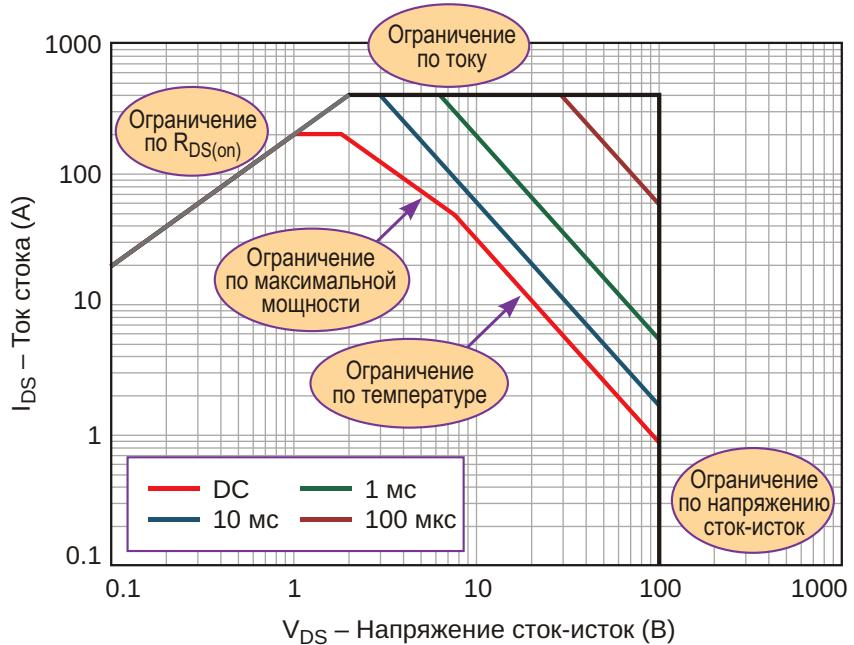

Рисунок 1. Область безопасной работы для напряжения и тока зависит от коэффициента заполнения управляющих импульсов.
денческие блоки E1 и E2, по аналогии с PSpice Template модели OPAMP (Рисунок 1), описываются выражением (1) на языке PSpice.